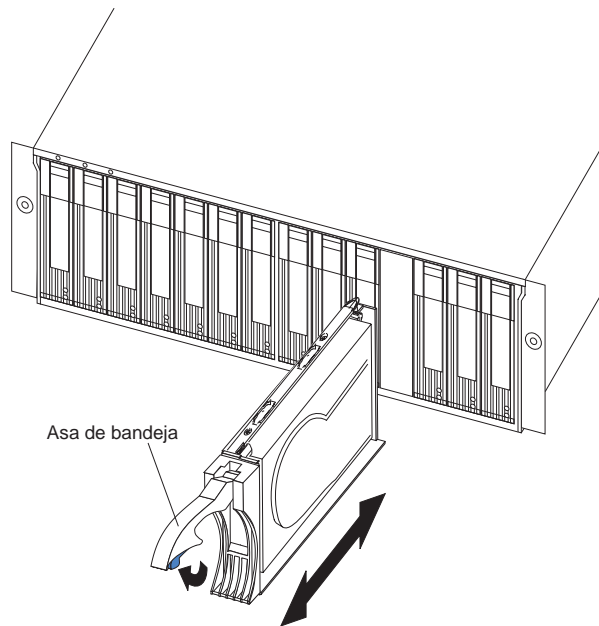

Figura 10. Extracción de las CRU de la unidad
3. Tire del asa de la bandeja hacia fuera para que quede en posición abierta y extraiga la unidad de la bahía, tal como se muestra en Figura 10.